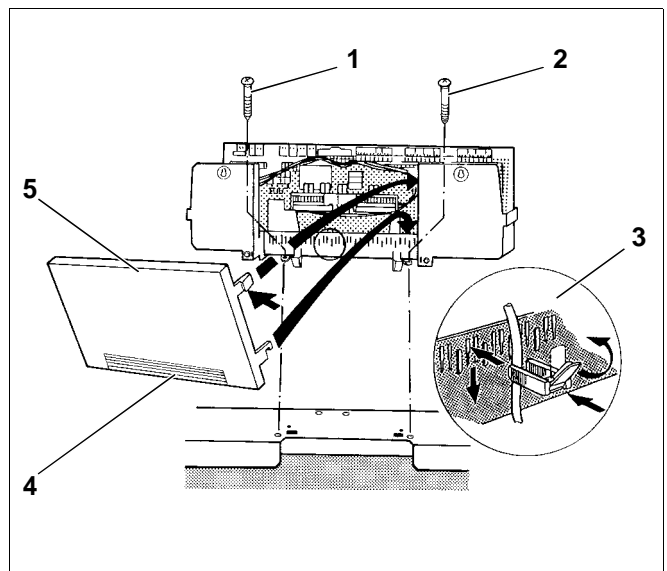

Abb. 24 Montage Regelgerät Logamatic 4311 / 4312
- Sockel des Regelgerätes innen rechts und links im Kabeldurchgang mit 2 Blechschrauben (Abb. 24, **Pos. 1 u. 2**) auf der vorderen Kesselhaube anschrauben.
Bei Bedarf Ausbrechteil (Abb. 24, **Pos. 4**) im Rückwandteil (Abb. 24, **Pos. 5**) ausbrechen.
- Kabelschellen mit eingelegtem Anschlusskabel in Schellenrahmen einsetzen und Kabel durch Umlagen des Hebels befestigen (Abb. 24, **Pos. 3**).
- Die beiden unteren Haken rechts und links an dem Rückwandteil mit dem Schlitz in die obere Kante des Schellenrahmens einsetzen (Abb. 24).
- Die beiden oberen elastischen Schiebehaken leicht nach innen drücken (Pfeil) und das Rückwandteil so einlegen, dass die beiden Haken einrasten (Abb. 24).